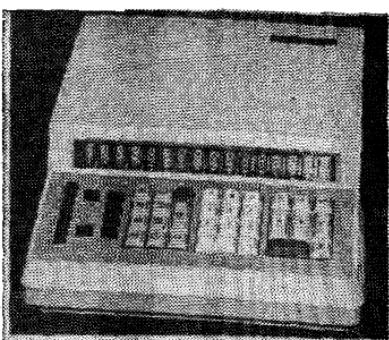

Рис. 34. Электронная вычислительная машина «Искра-114»
**6.6. Электронная клавишная вычислительная машина «Искра-114»** (рис. 34) предназначена для выполнения широкого